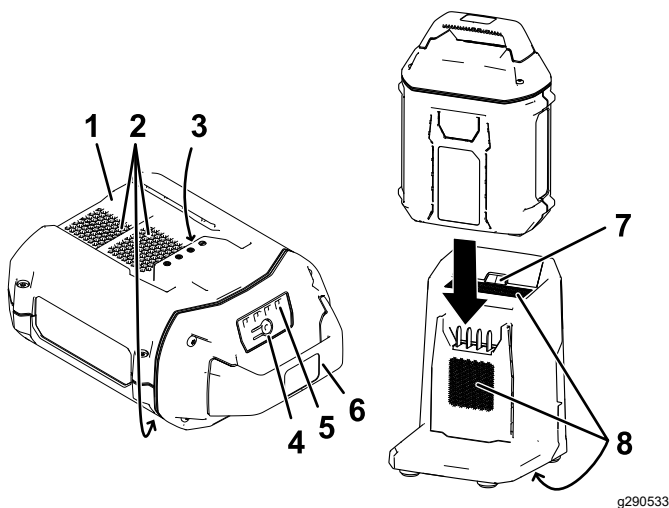

Figure 13
2. Alignez le creux de la batterie (Figure 13) sur la languette du chargeur.
3. Glissez la batterie dans le chargeur jusqu'à ce qu'elle soit complètement enclenchée (Figure 13).